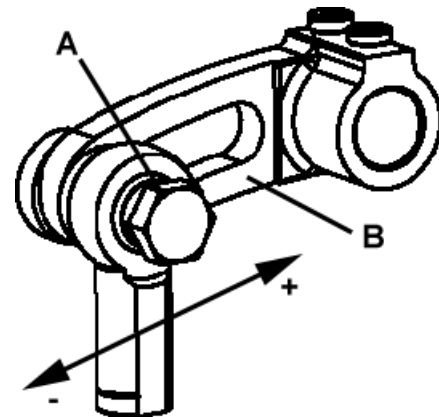

Fig. 19
For matching the upper feed dog travel with the lower feed dog travel loosen screw (A, Fig. 19). Moving the ball link in the slot of rocker lever (B) to the front decreases the upper feed dog travel, moving it to the rear increases the travel. Retighten screw (A).
Zum Angleichen des Obertransportwegs an den Weg des unteren Transporteurs lösen Sie die Schraube (A, Fig. 19). Verschieben des Kugelgelenks im Kulissenhebel (B) nach vorne verkleinert den Obertransportweg, Verschieben nach hinten vergrößert ihn. Ziehen Sie die Schraube (A) wieder an.